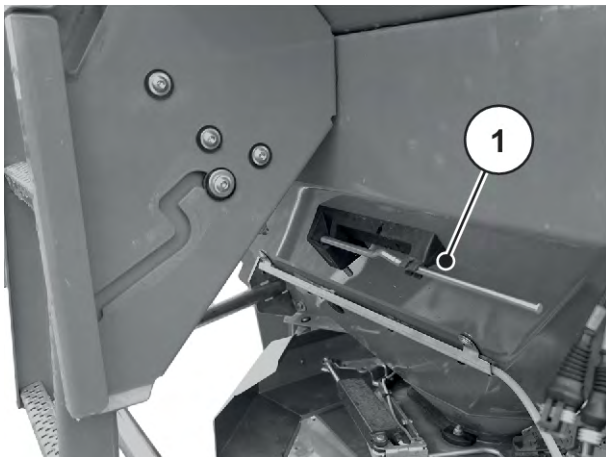

図 26: 調整レバー AXIS xx.2 の位置
- ▶ 調整レバーを再び所定のブラケットにかけます。参照：図 26 調整レバー AXIS xx.2 の位置